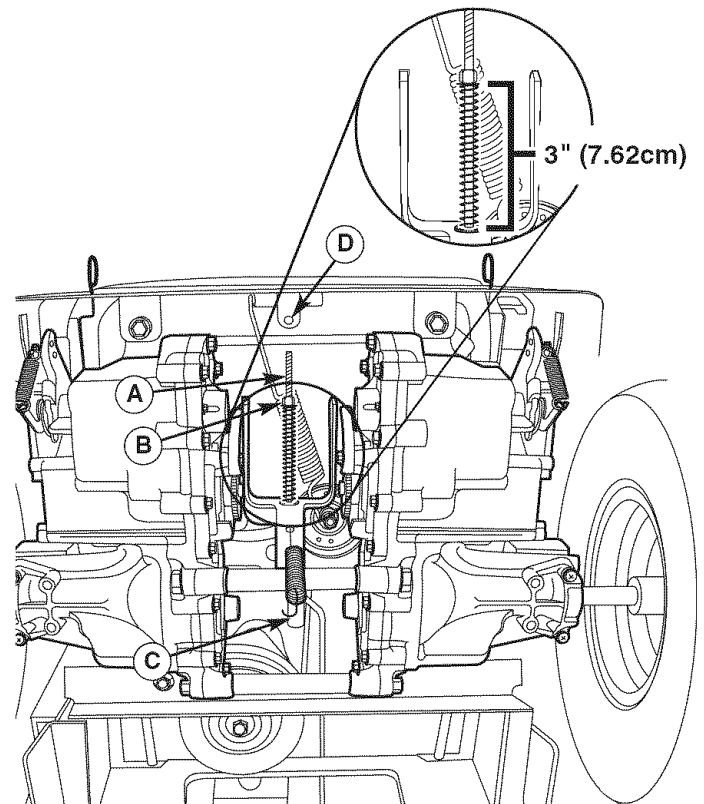

Figura 32. Ajuste del freno
2. Localice la varilla de freno (A, Figura 32) y la tuerca de ajuste (B).
3. Mida el resorte del freno de parada. La longitud de compresión, con las palancas de velocidad en suelo en la posición PARK (parado) deberá ser de 3" (7.62cm). Ajuste la longitud del resorte girando la tuerca de ajuste (B), de ser necesario.